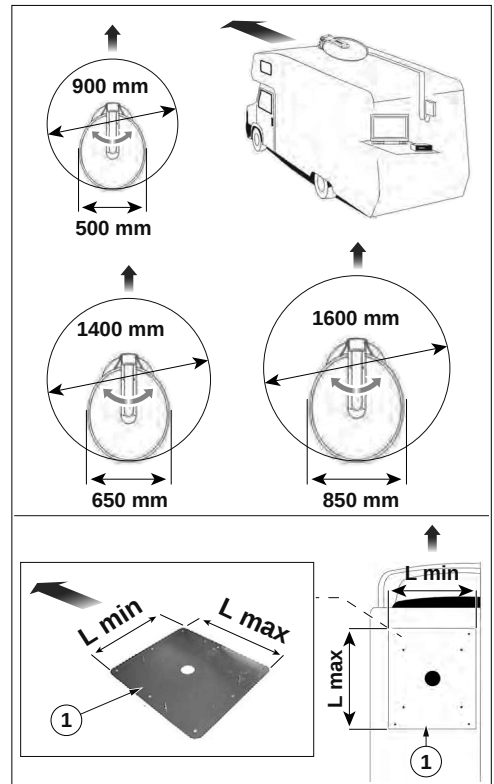

Abb. 7
1. Ggf. vorhandene transparente Folien (1) sind von der Befestigungsplatte zu entfernen.
2. Die Unterseite der Befestigungsplatte sorgfältig reinigen und eine Schicht Silikonkleber (2) auf die gesamte Oberfläche auftragen (z.B. Sikaflex).
3. Die Befestigungsplatte unter Berücksichtigung der zuvor beschriebenen Installationslösungen („Abb. 7“) auf dem Fahrzeugdach befestigen.